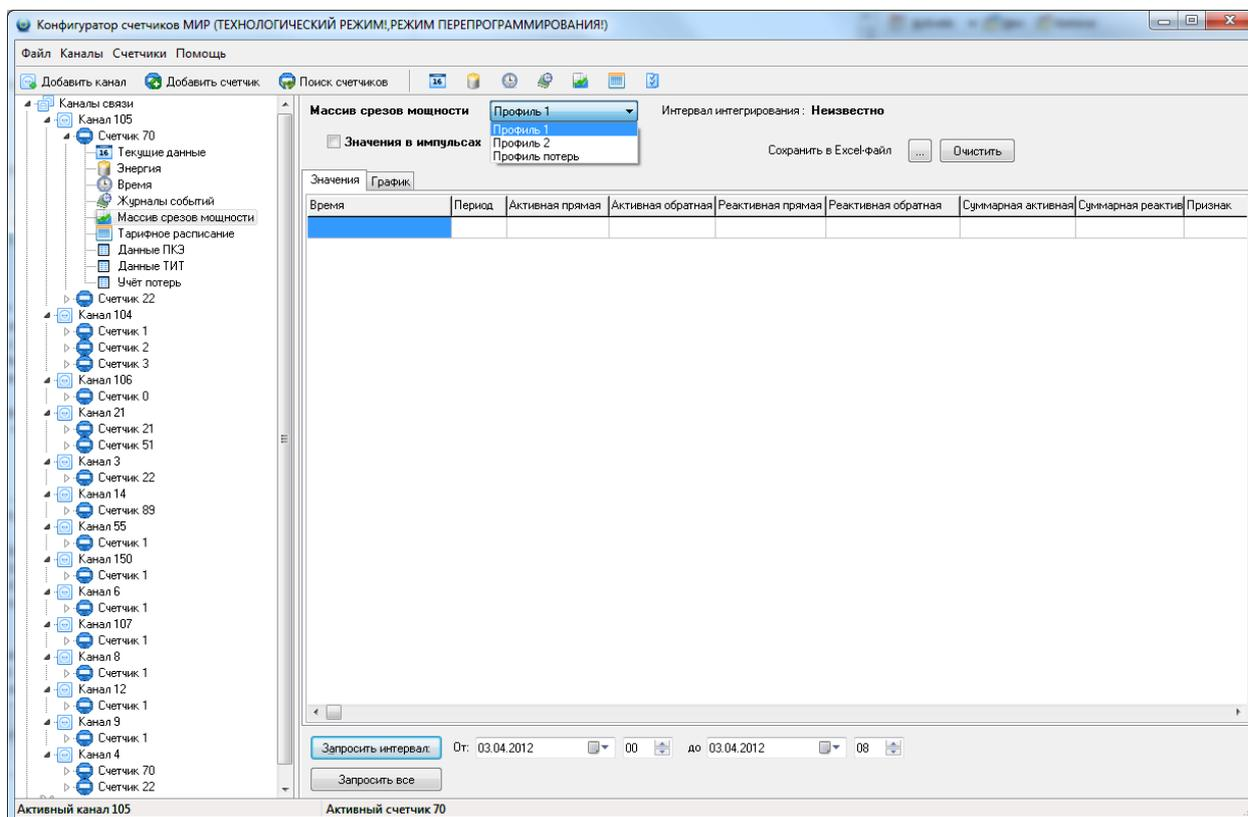

Рисунок 3.41
3.3.13.1 Панель *Массив срезов мощности* (рисунок 3.41) открывается при выделении в главном окне объекта с наименованием *Массив срезов мощности* в дереве объектов.